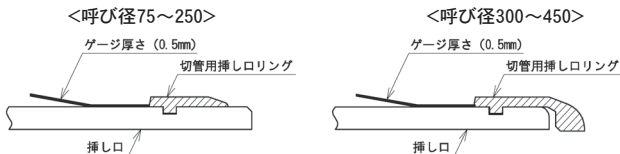

図80 挿し口外面からの浮き量チェック
- ③ 切管用挿しロリングが浮き上がっていないことを、切管用挿しロリングと挿し口外面との間に0.5mmの隙間ゲージが全周にわたって入らないことにより確認する(図80)。ゲージが入る場合はシャコ万力を取り外し②の作業を再度行う。
⑥ 全てのシャコ万力を取り外す。
⑦ 再度、切管用挿しロリングが浮いていないことを、切管用挿しロリングと挿し口外面との間に0.5mmの隙間ゲージが全周にわたって入らないことにより確認する(図80参照)。